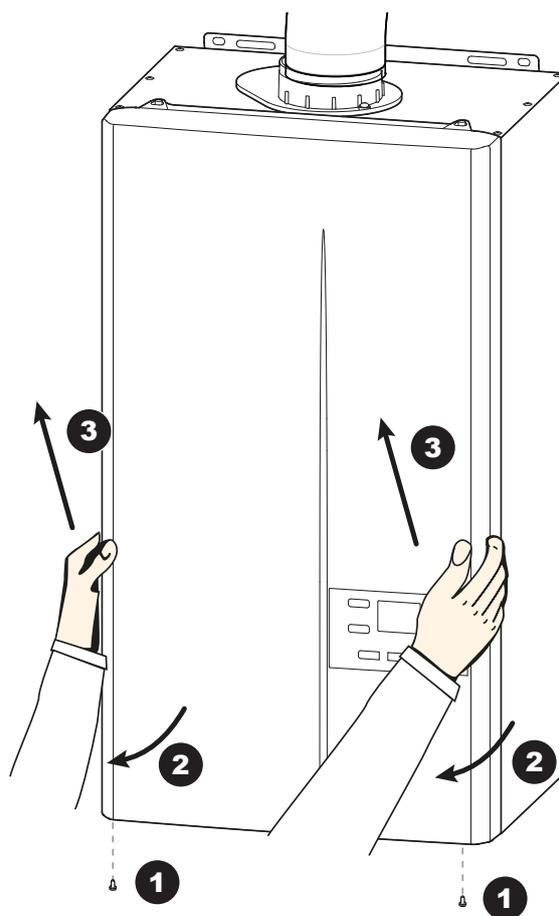

fig. 28 - Dépose de la façade
- Déposer la façade (voir fig. 28, page 46).